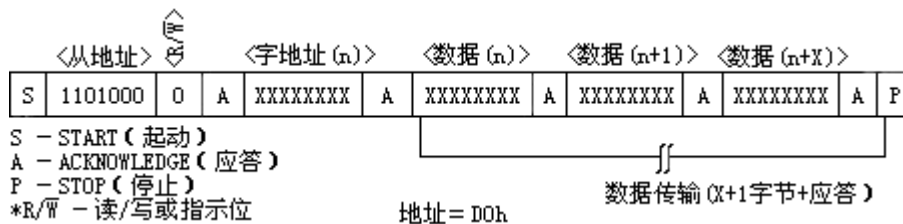

图 6 数据写—从器件接收模式
1、从接收器模式（写 **DS1307** 模式）器件通过 SDA 和 SCL 接收串行数据和时钟。在接收到每一个字节后，就发送一个应答位，而 START 和 STOP 为串行传递的始末端。在接收到从地址和方向位（见图6）后，硬件自动执行地址识别。在主器件产生起动（START）条件后，**DS1307** 接收到的第一个字节是地址字节，此地址字节包含有7 位的 **DS1307** 地址：1101000，跟随在指示位（R/~W）之后（此时为写操作，该位为 0）在收到并译出地址信息后，器件就在 SDA 线上输出应答位。在 **DS1307** 识别从地址+写入位后，主器件将发送一个寄存器地址到 **DS1307**，以此在 **DS1307** 上设置寄存器指针，之后，主器件将开始发送数据字节（**DS1307** 在接受完每个字节之后都将返回一个应答位），所有数据字节传输完成后，主器件将产生一个停止（STOP）条件来中断数据的写入。